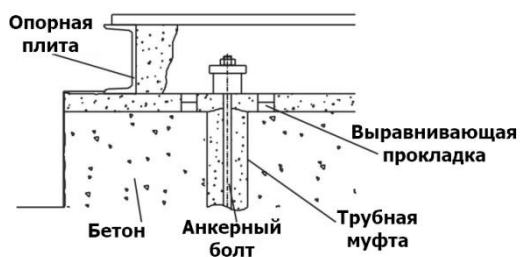

Рис. 3 Фундамент и опорная плита
- Убедитесь, что бетонный фундамент затвердел и уже прочен для установки насосного агрегата. Поверхность фундамента должна быть строго горизонтальной и идеально ровной (см. рис. 3 и рис. 4).